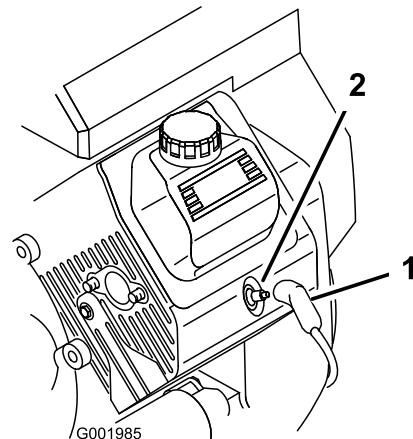

Рисунок 45
3. Снимите провода со свечей зажигания (Рисунок 45).
3. Наденьте провода на свечи зажигания (Рисунок 45).